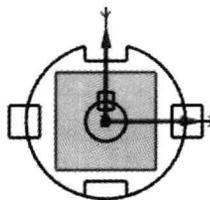

图 2.9 快速修剪 1
Step7. 快速修剪。单击“快速修剪”按钮，系统弹出“快速修剪”对话框，修剪多余的线条结果如图 2.9 所示。